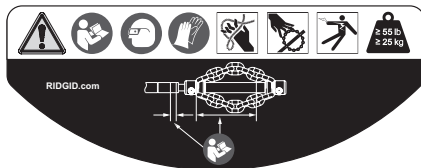

Figure 3 – Avertissement
- La présence et lisibilité de l'avertissement apposé sur la machine (Figure 3).